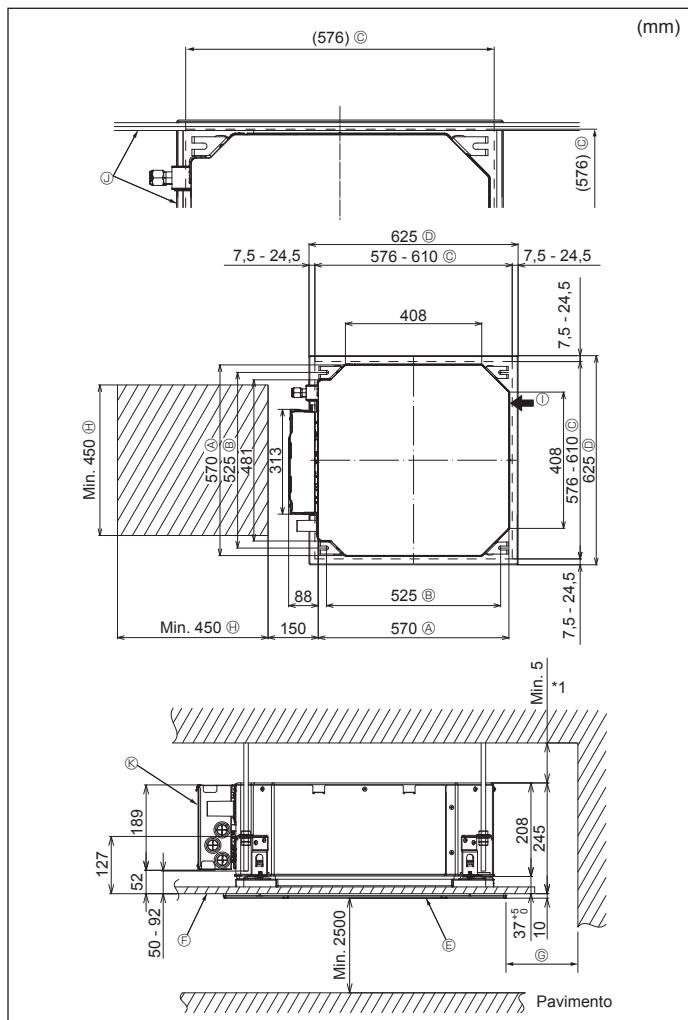

Fig. 4-2
③	Protezione per tubi (per giunto tubi del refrigerante) piccolo diametro (liquido) grande diametro (gas)	1 1
④	Nastro (grande) Nastro (medio) Nastro (piccolo)	6 2 2
⑤	Manicotto di drenaggio	1
⑥	Isolamento	1
4.2. Posizione delle aperture a soffitto e dei bulloni di sospensione (Fig. 4-2)